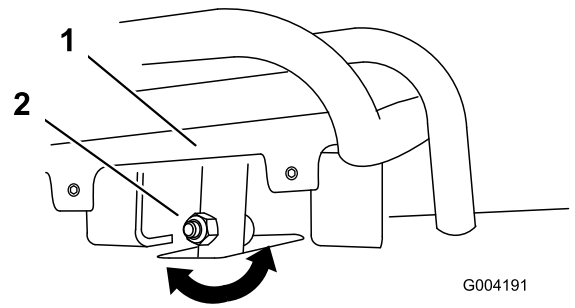
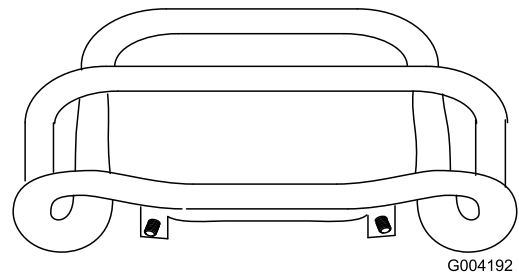

Bild 56
Bild 57
4. Wenn die Vorderseite des Fahrtriebs nicht bündig und gleichmäßig am Anschlagbügel bleibt, lösen Sie die Bundmutter und die Schraube im Schaft des Fahrtriebs (Bild 56).
5. Stellen Sie den Fahrtriebshebel so ein, dass er bündig am Anschlagbügel bleibt, wenn er gerade nach hinten gezogen wird (Bild 56 und Bild 57).